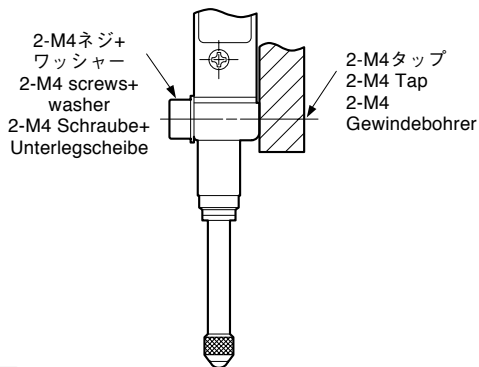

図4/Fig. 4/Abb. 4
- 測長ユニットは、取付け用穴を使用して取付けてください。(図4, 5)
- Mount the measuring unit using the mounting holes. (Figs. 4 and 5)
- Verwenden Sie die Montagelöcher zum Befestigen des Messtasters. (Abb. 4 und 5)